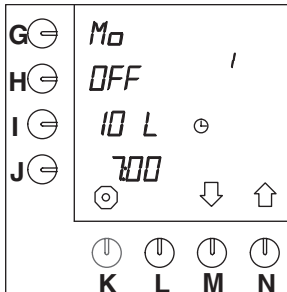

Fig. 44 Forprogrammerede indstillinger (inaktiv)
Der er fjorten forprogrammerede "tidsindstillinger" til alle ugens dage. Så snart disse aktiveres ved hjælp af fremgangsmåden nedenfor, vil de kun være aktive og synlige i brugertilstand. Alle indstillinger kan indstilles efter ønske. De fjorten indstillinger er standard i (se fig. 44):
- Tryk på valgknappen (N.)↑, indtil fig. 44 vises i displayet.